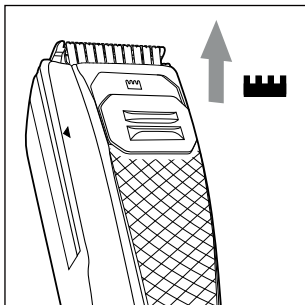

Abb. 6
- 1) Schieben Sie den Schieber der Ausdünnfunktion  **2** nach oben in Position . Die im Scherkopf **1** integrierte Ausdünnfunktion wird nach oben ausgefahren (siehe Abb. 6).